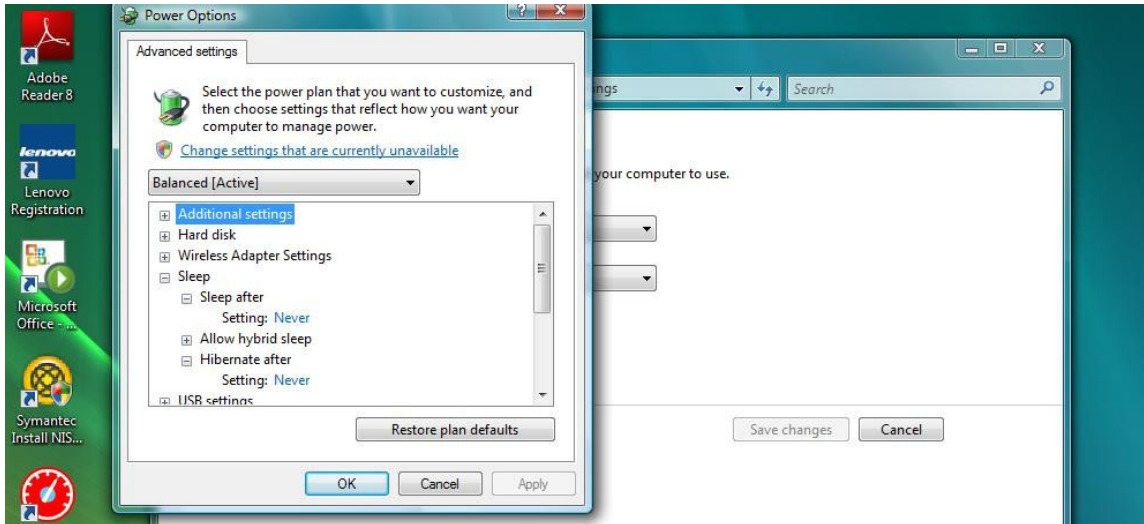

FIG. 20
5. Trovare “Sospensione” nell’elenco a scorrimento (FIG. 20). Modificare l’impostazione “Sospendi dopo” in MAI e l’impostazione “Iberna dopo” in MAI.
6. Fare clic sul pulsante Applica per salvare queste modifiche. Quindi fare clic sul pulsante OK (FIG. 20).